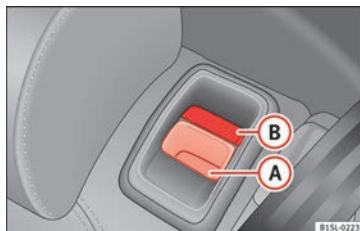

Fig. 136 Banquette arrière : touche de déverrouillage (A) ; marque rouge (B).
- Tirez la touche de déverrouillage » fig. 136 (A) vers l'avant et relevez en même temps le dossier de la banquette arrière.
- Le dossier de la banquette arrière est encasté lorsque la marque rouge de la touche (B) est visible.